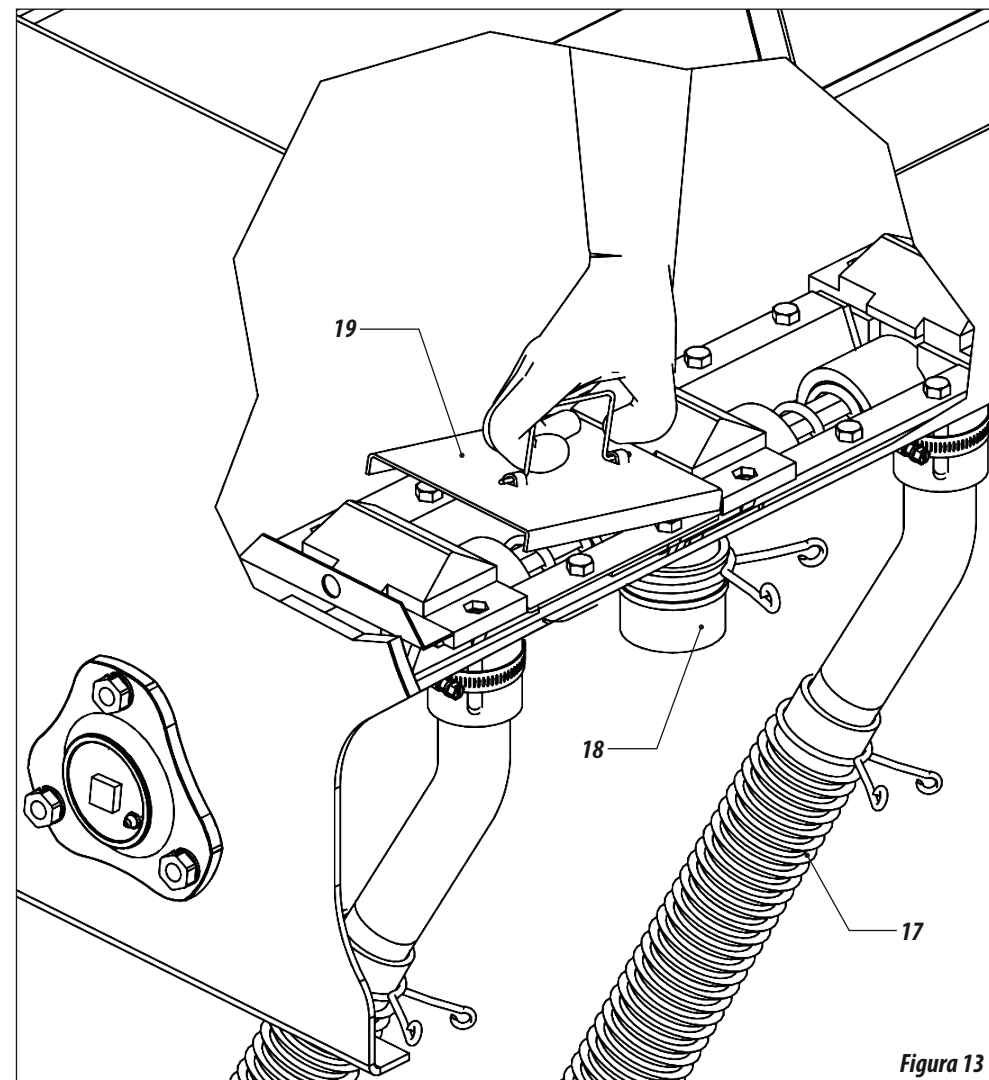

Figura 13
14 - Cierre la entrada del abono dentro del depósito colocando la tapa (19). Figura 13.